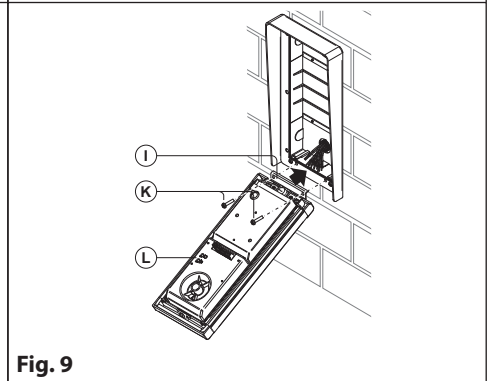

Fig. 9
9. Inserire la cerniera **(I)** (**Fig. 9**) e fissarla tramite le 2 viti **(K)** (**Fig. 9**) in dotazione;
10. Eseguire i collegamenti seguendo scrupolosamente lo schema di installazione. Testare l'impianto e regolare i volumi **(L)** (**Fig. 9**) se necessario;
9. Insérer la charnière **(I)** (Fig. 9) et la fixer au moyen des 2 vis **(K)** (Fig. 9) fournies ;
10. Effectuer les raccordements en suivant attentivement le schéma d'installation. Tester l'installation et régler les volumes **(L)** (Fig. 9) si nécessaire ;